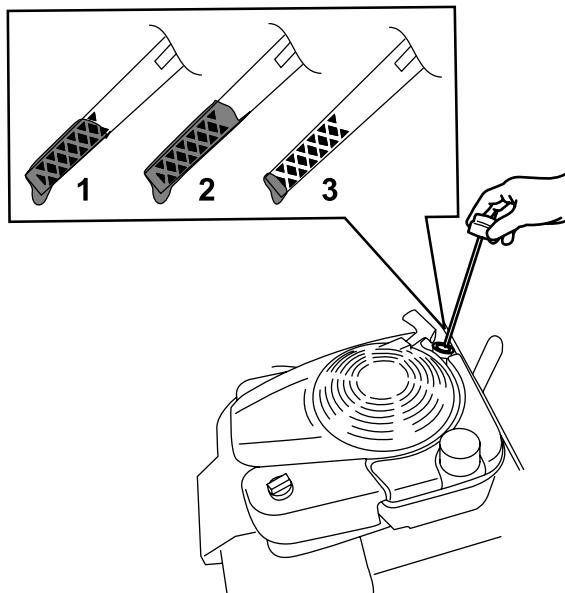

Рисунок 13
2. Извлеките масломерный щуп, повернув крышку против часовой стрелки и вытянув его (Рисунок 13).
- Определите уровень масла по отметкам на щупе (Рисунок 13).
- Если уровень масла по щупу слишком низкий (Рисунок 13), осторожно залейте небольшое количество масла SAE 30 или SAE 10W-30 с моющими присадками в маслозаливную горловину, подождите 3 минуты и повторите действия, указанные в пунктах **3 – 5**, чтобы масло достигло требуемого уровня на щупе. Информацию о типе масла см. в разделе Замена масла в двигателе \(страница 23\).
- Если уровень масла по щупу слишком высокий (Рисунок 13), слейте излишек масла, пока не будет достигнут правильный уровень по щупу; см. раздел Замена масла в двигателе \(страница 23\).